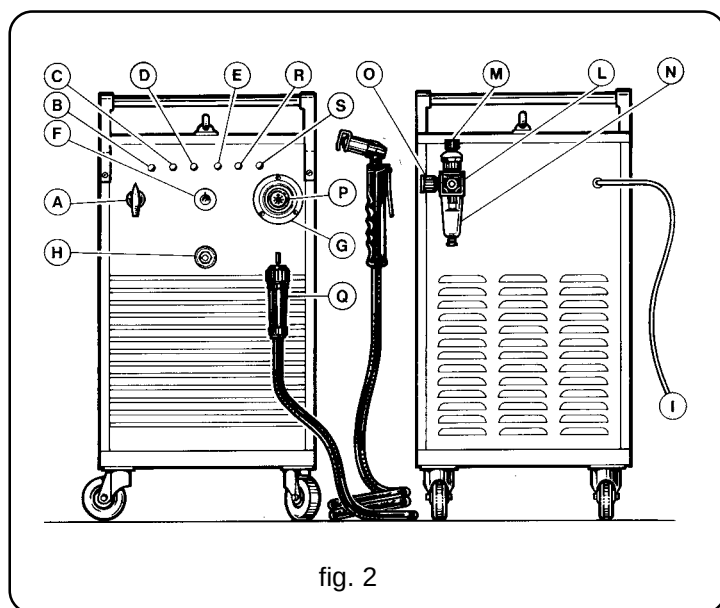

fig. 2
b) In caso di un collegamento con spina, usarne una di capacità in accordo con i dati di targa. In questo caso la spina deve essere usata per scollegare completamente la macchina dalla rete, dopo aver posizionato su "O" l'interruttore **A** (fig. 2).
Per evitare eventuali sovraccarichi, posta sugli avvolgimenti del trasformatore di potenza ed evidenziata dall'accensione della lampada spia **C** (vedi fig.2).
Per evitare che la macchina lavori con pressione aria insufficiente. E' posta sull'alimentazione della torcia ed è evidenziata dalla spia **D** (vedi fig.2).
funzione è evidenziata dall'accensione della spia **E**  (fig.2).